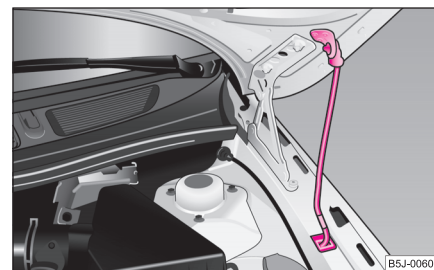

Fig. 146 Asigurarea capotei motorului cu tija de susținere
- Ridicați tija din suport și introduceți-o în orificiul prevăzut pentru aceasta ⇒ pagina 171, fig. 146.